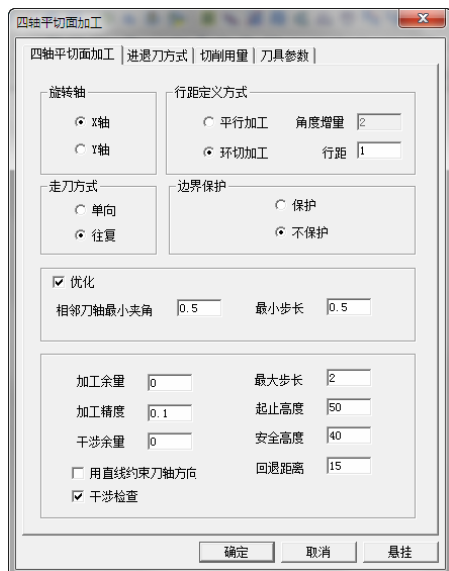

图 8-222 “四轴平切面加工”选项卡
1) 选择下拉菜单“加工”→“多轴加工”→“四轴平切面加工”，弹出“四轴平切面加工”对话框。单击“四轴平切面加工”选项卡，设置“旋转轴”为“X 轴”，“行距定义方式”为“环切加工”，“走刀方式”为“往复”，“边界保护”为“不保护”，勾选“优化”。其他参数数值如图 8-222 所示。